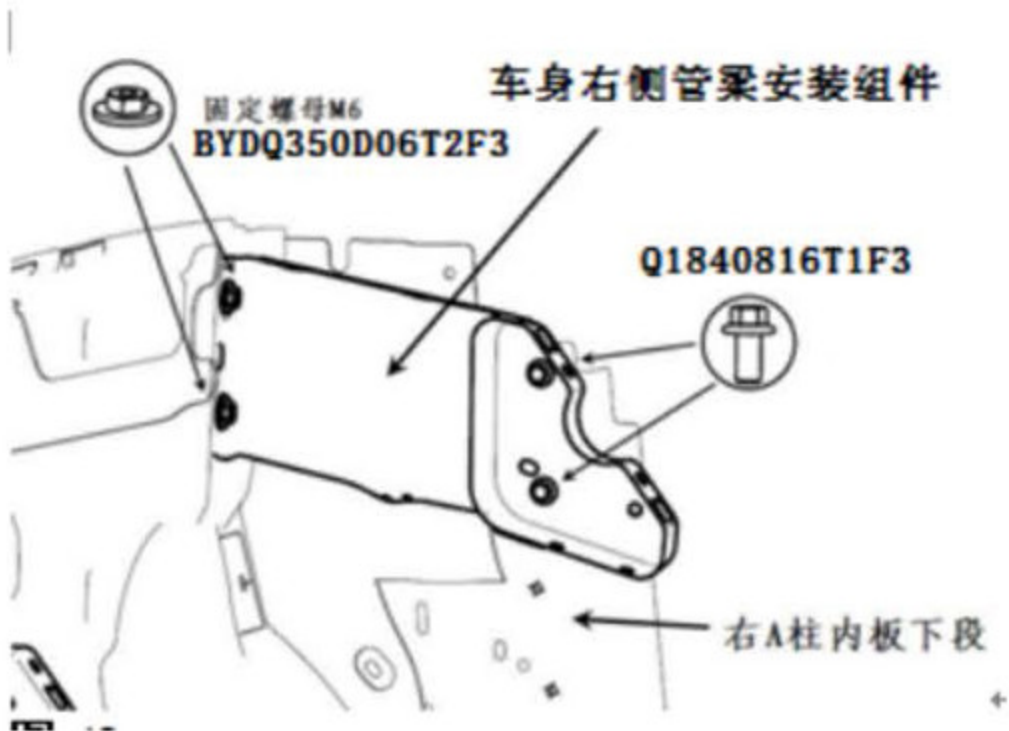

图 48
- 2). 车身右侧管梁安装组件安装点如图 48 所示，将 M6 的固定螺母拆解下来，将螺栓拆解下来，即可将车身右侧管梁安装组件拆解下来。